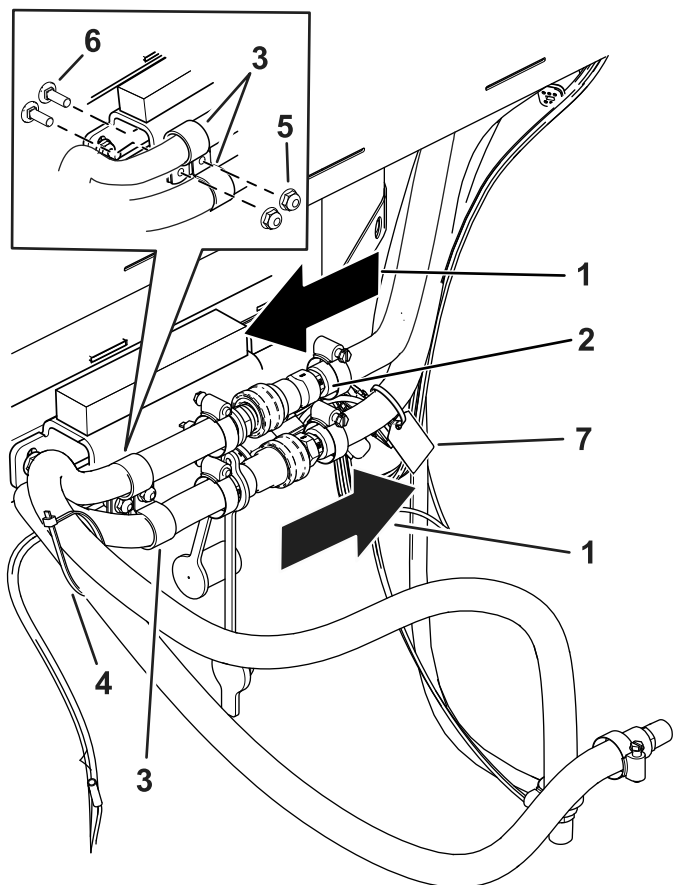

Рисунок 25
16. Прикрепите шланги к задней части кабины с помощью 2 каретных болтов и 2 гаек (Рисунок 24 и Рисунок 25).
17. Закрепите шланги подальше от движущихся частей и горячих поверхностей с помощью кабельных стяжек (Рисунок 25).